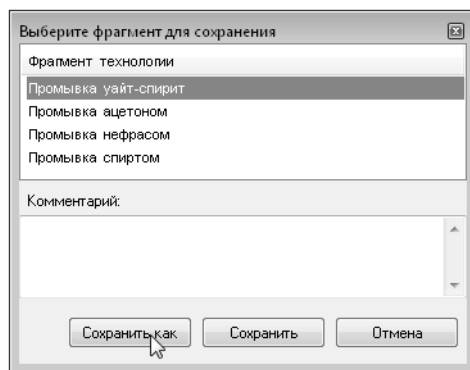

Рис. 9.3.
- 17.4. В появившемся диалоге выберите фрагмент ТП для сохранения и нажмите кнопку **Сохранить как** (рис. 9.3).